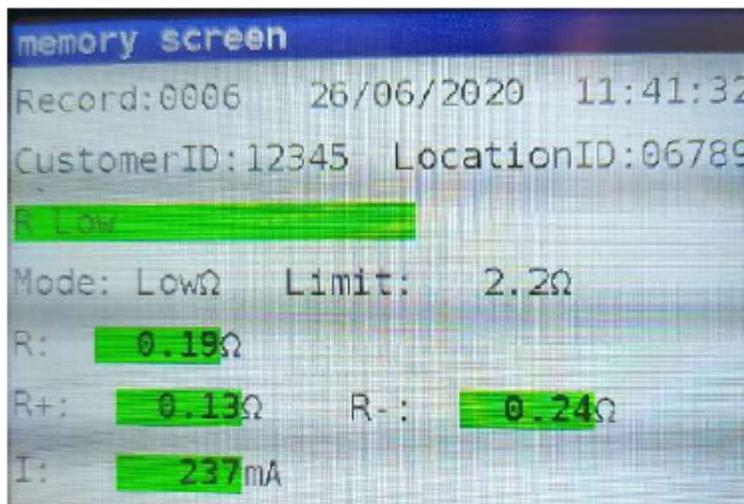

Figure 8.3: Résultats sauvegardés
**Étape 3** Pour mémoriser le résultat de la dernière mesure, appuyez sur la touche **TEST**. L'écran suivant s'affiche (figure 8.3).